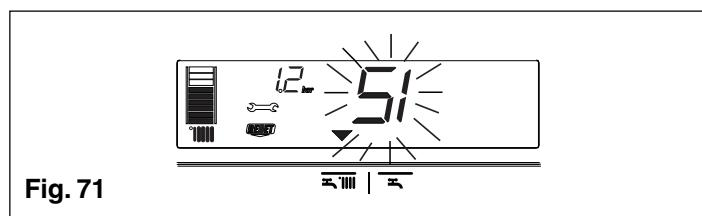

Fig. 71
3) Visualización de los íconos y (fig. 71)